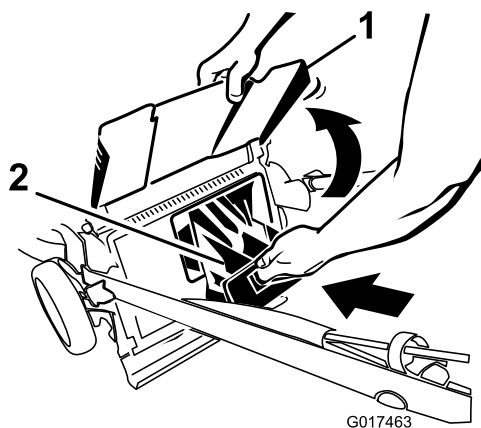

**Figura 29**
1. Pase la cuerda del arrancador alrededor de la guía de cuerda inferior (Figura 29).